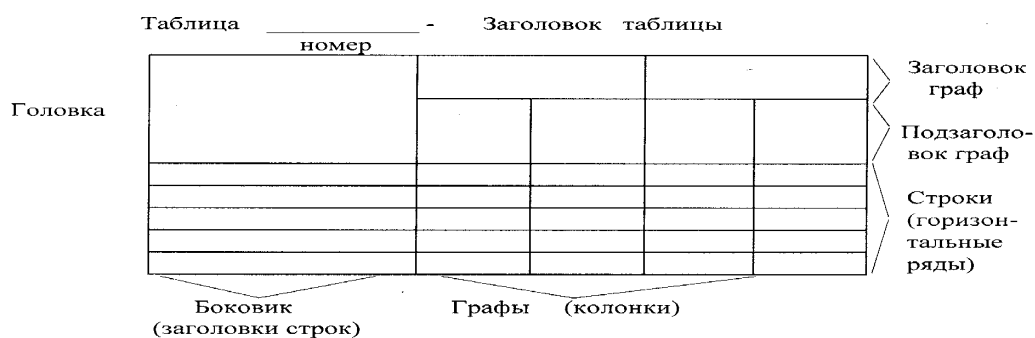

Рисунок 1- Пример оформления таблицы
- Название таблицы помещают над таблицей после ее номера через тире, с прописной буквы (остальные строчные), без абзацного отступа. Надпись «Таблица...» пишется над левым верхним углом таблицы и выполняется строчными буквами (кроме первой прописной) без подчеркивания (рисунок 1).